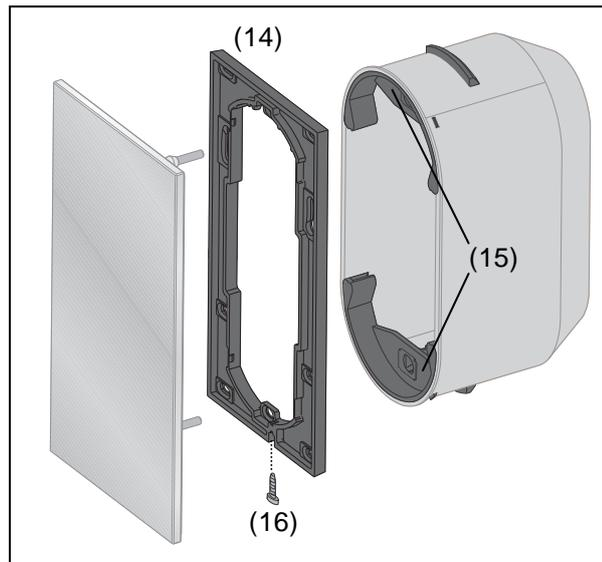

Bild 7
- Soll der Adapterring mit der Einbaudose verschraubt werden, Klemmfederaufnahmen (Bild 7, 15) aus der Einbaudose heraushebeln.
- Adapterring (Bild 7, 14) ausrichten und mit der Einbaudose verschrauben. Die Markierung **TOP** auf der Innenseite des Adapterrings muss sich oben befinden. Bei Wandverschraubung beiliegendes Schrauben- und Dübelset verwenden.
- ❶ Das Einrasten auf dem Adapterring ist nur eine Vorfixierung. Für den Betrieb muss die zusätzliche Befestigung über den Demontageschutz erfolgen.
- Schraube (Bild 7, 16) unten am Adapterring anziehen. Kreuzschraubendreher Typ Pozi-Drive, Größe 0 verwenden.
- Adapterring (Bild 7, 14) ausrichten und mit der Einbaudose und der Wand verschrauben. Markierung **TOP** auf der Innenseite des Adapterrings muss sich oben befinden. Beiliegendes Schrauben- und Dübelset verwenden.
- Gegebenenfalls Schraube (Bild 7, 16) unten am Adapterring lösen. Kreuz-Schraubendreher Typ Pozi-Drive, Größe 0 verwenden.